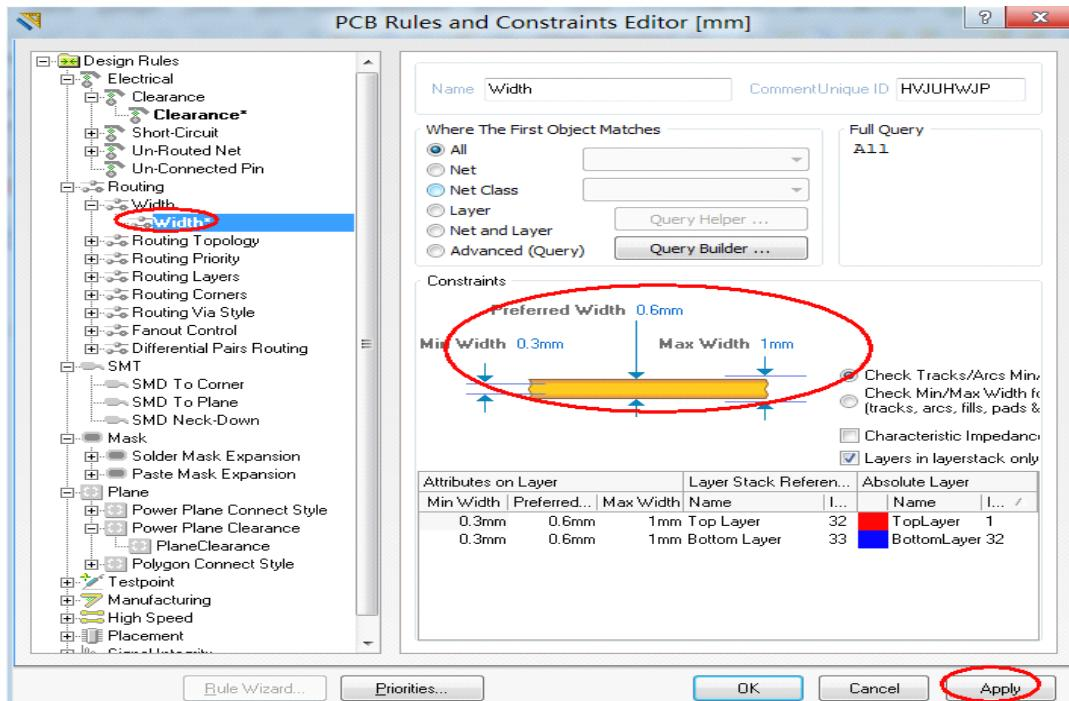

图 6-6.73 线宽设置
**Step3:** 导线线宽设置, 先设定所有线宽, 将其最大值设置为 1mm, 最小值设置为 0.3mm, 优先值为 0.6。如图 6-6.73 所示。